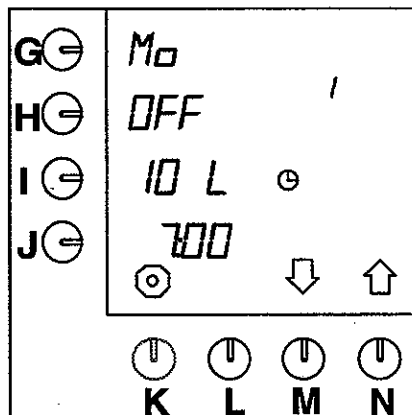

Fig. 34 Forprogrammerede indstillinger (inaktiv)
Der er fjorten forprogrammerede "tidsindstillinger" til alle ugens dage. Så snart disse aktiveres ved hjælp af fremgangsmåden nedenfor, vil de kun være aktive og synlige i brugertilstand. Alle indstillinger kan indstilles efter ønske. De fjorten indstillinger er standard i (se fig. 34):
- Tryk på valgknappen (N.)↑, indtil fig. 34 vises i displayet.